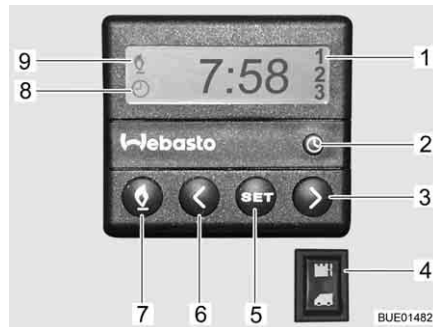

Bild 201 Kontrollenhet för motorvärme
- Tryck ner knapp (Bild 201,7). Värmedriften indikeras av symbolen (Bild 201,9). Fläkten startas först när kylmedelstemperaturen uppgår till 30 °C.
- Tryck ner knapp (Bild 201,7). Symbolen (Bild 201,9) slocknar.
- Vippkontakten (Bild 201,4) trycks in nedtill. Motorn förvärms. Fläkten startas direkt.
- Vippkontakten (Bild 201,4) trycks in upptill. Motorn värms inte upp.
- Tryck ner knapp (Bild 201,2). Tidsinställningen indikeras genom symbolen (Bild 201,8).
- Ställ klockan med knapparna (Bild 201,3 och 6).
- Tryck ner knapp (Bild 201,5).
- Ställ in starttiden inom 10 sekunder med knapparna (Bild 201,3 och 6).
- Tryck på knappen (Bild 201,5) tills önskat programnummer (Bild 201,1) visas på displayen.